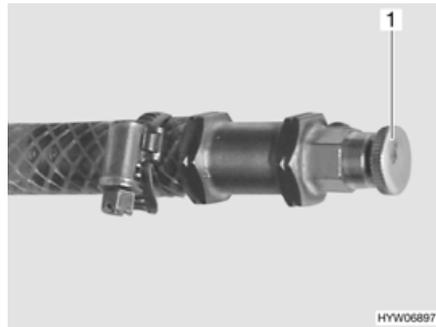

Fig. 213 Válvula de purga de la calefacción de agua caliente
- Abrir la válvula de purga (Fig. 213,1) y dejarla abierta hasta que deje de salir aire.